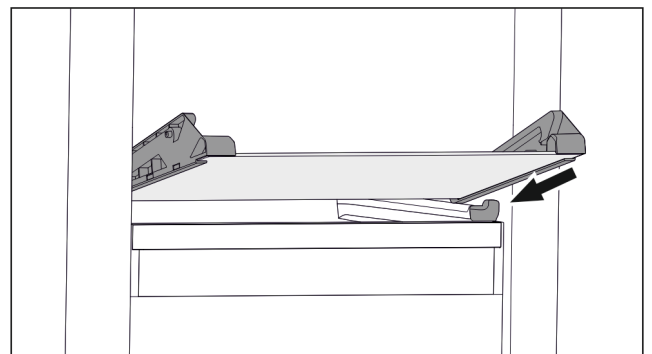

Fig. 64 Стъклена плоча на наклонящото се чекмедже
- ▶ Поставете стъклената плоча под ъгъл зад ограничителите. (виж Fig. 64)